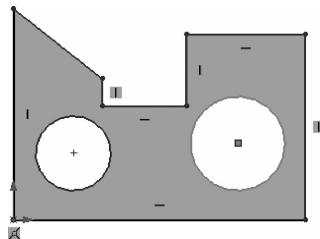

图 1-42 支承板零件模型草图
- ② 单击【圆形】按钮○,任意绘制两个圆,如图 1-42 所示。